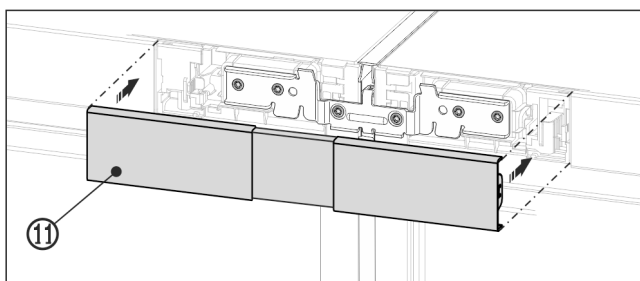

Fig. 25 Beispielhafte Darstellung
- Obere Abdeckung Fig. 25 (11) auf den noch offenen Zwischenraum der beiden Bedienteilblenden aufrasten. Darauf achten, dass die Aussenseiten der Abdeckung bündig mit den Bedienteilblenden abschließen.